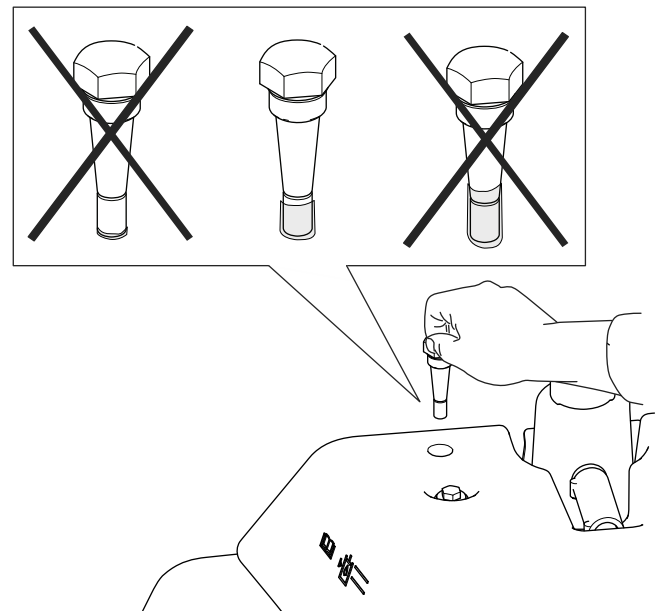

Figura 56
- Retire la varilla y compruebe el nivel de fluido. Si está entre las marcas de la varilla, el nivel es correcto. Si el nivel de fluido no está entre las marcas, ajuste el nivel de fluido (Figura 56).